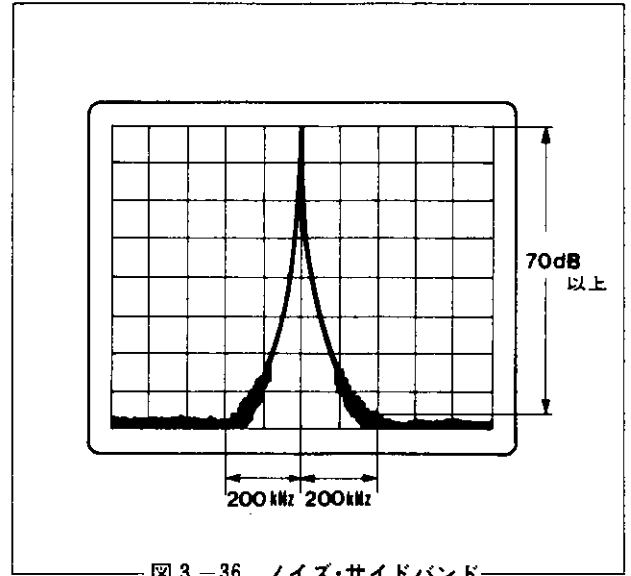

図3-36 ノイズ・サイドバンド
3. 波形の中心から200kHz離れた点におけるノイズのピークレベルが70dB以上であることをチェックします。〔図3-36〕